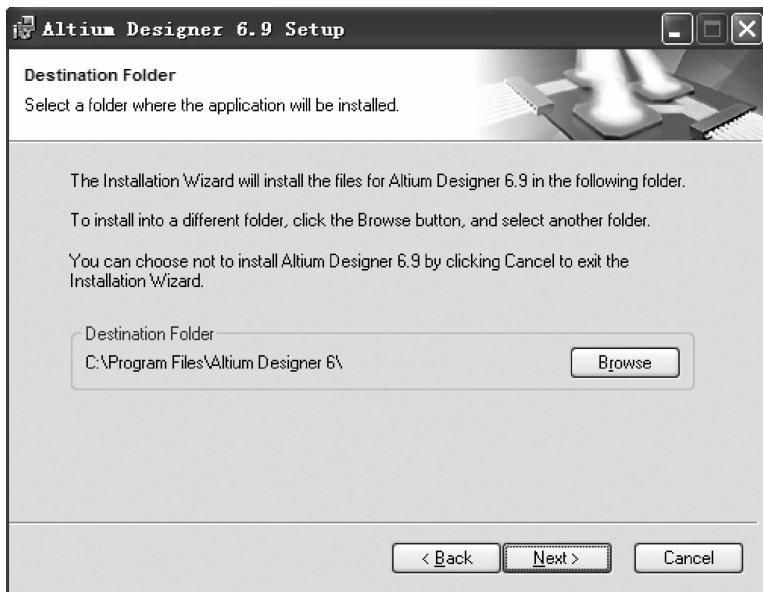
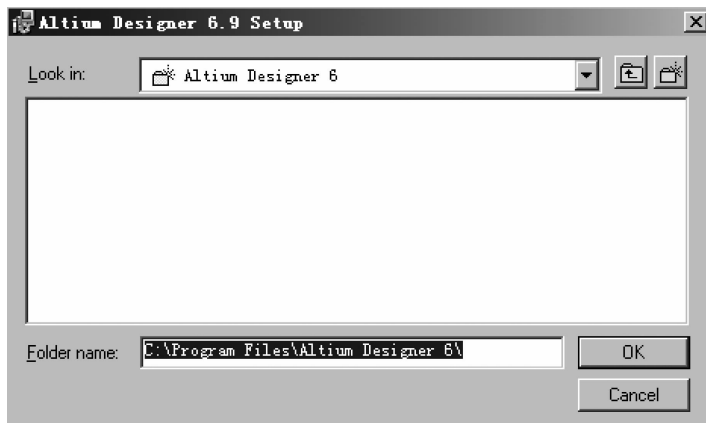

图 1-5 安装位置选择对话框
图 1-6 安装路径选择对话框
(4)在对话框的文本框中输入用户信息,然后单击“Next”按钮,进入图 1-5 所示的安装位置选择对话框。
(5)单击“Browse”按钮,弹出图 1-6 所示的安装路径选择对话框,设置好安装路径后单击“OK”按钮,返回到图 1-5 所示的对话框。系统默认的安装路径为“C:\Program Files\Altium Designer 6\”。